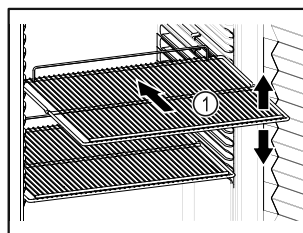

Fig. 82 Przykładowa prezentacja
- Jeśli ruszty do składowania Fig. 82 (1) są ruchome, należy je ustawić odpowiednio do wysokości.